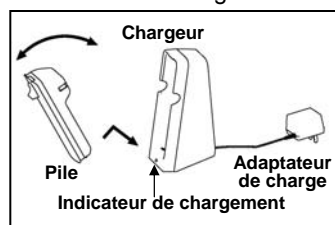

Fig. 1
6. La fiche de l'adaptateur du chargeur est faite de telle façon à ce qu'il ne puisse entrer que d'un seul côté dans le chargeur. Alignez le sillon sur la fiche de l'adaptateur avec la patte sur le fond de la base de chargement. (Fig. 1)